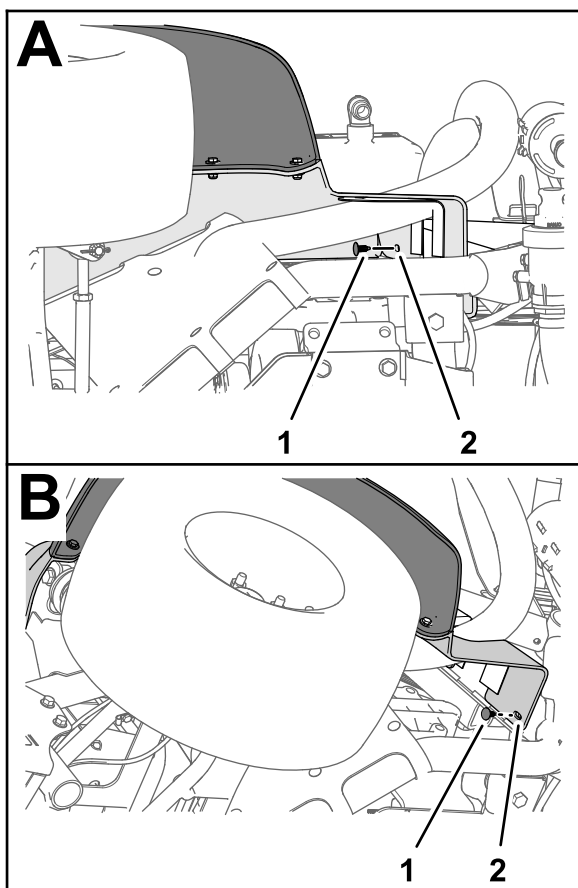

Рисунок 218
5. Прикрепите крыло к швеллеру рамы с помощью двух вставных держателей (Рисунок 218).